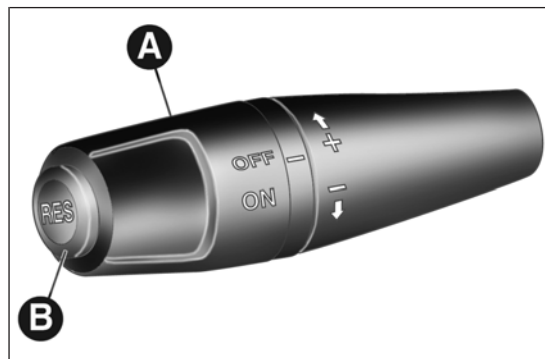

fig. 42
Ruota la ghiera A fig. 42 su ON.
- ☐ ruota la ghiera A fig. 42 su ON e premi l'acceleratore fino a portare la vettura alla velocità desiderata;
- ☐ premi il pulsante RES (B fig. 42).
- ruota la ghiera A fig. 42 in posizione OFF;
In caso di funzionamento difettoso od avaria del dispositivo, ruota la ghiera A fig. 42 su OFF e rivolgeti ai Servizi Autorizzati Alfa Romeo.